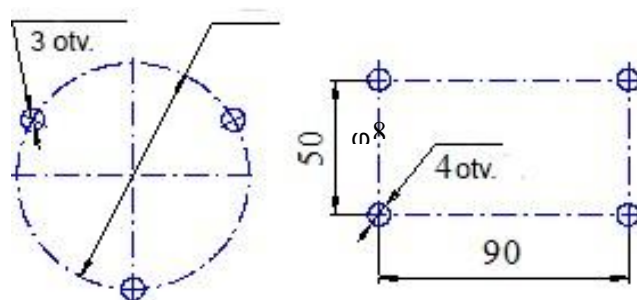
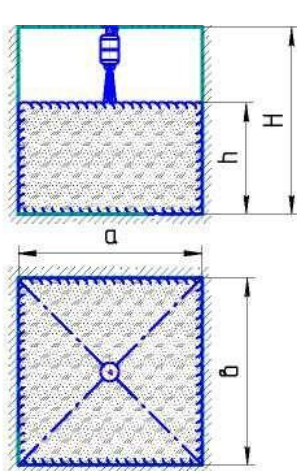
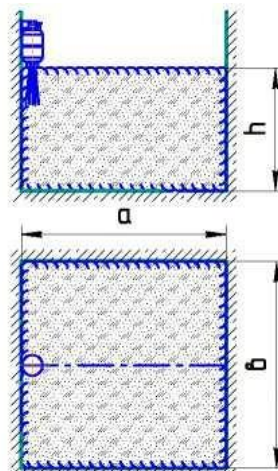

Bild 3
Bild 4
Bild 5
| 9. MPH mit Deckenbefestigung für Brände Klasse A zum Löschen von Treppenträumen mit Durchgang Gaspulver- Strom (Bild 4) | - | - | - |
6.2 Die Aufhängung 8 kann unter der Decke (Bild 1) oder die Aufhängung 9 (Bild 2) kann an der Wand angebracht werden. Bitte markieren Sie die Stellen für die Befestigung der Aufhängung wie auf dem (Bild 3) und an der Wand gem. (Bild 4) dargestellt.
6.6 Die Konfiguration der Pulverausbreitung und die Darstellung der Löschflächen bei der Deckenbefestigung ist auf Bild 4 und den Tabellen 2 und 3, bei der Wandbefestigung auf Bild 5 und in der Tabelle 4 dargestellt.